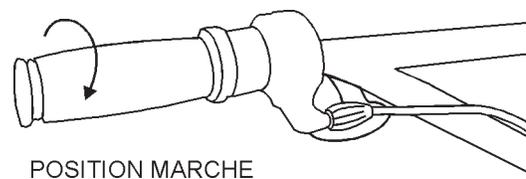

Figure 27. Papillon des gaz (Position Fonctionnement)
- Pour commencer à utiliser la truelle, tournez le papillon des gaz (Fig. 27) sur la position « RUN » (FONCTIONNEMENT).